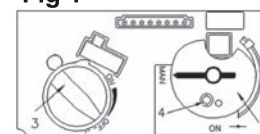

Fig 2
- Mettez le bouton MAN (2) en position ON; réglez le bouton d'admission du gaz (3) au réglage le plus bas (⤵).
- Sur la télécommande, appuyez en même temps sur les boutons 'OFF' et  (grande flamme); un court signal sonore indique que l'allumage commence. D'autres signaux sonores indiquent que l'allumage est en cours. Quand la veilleuse est allumée, le bouton des flammes (3) tournera automatiquement au réglage le plus haut. Appuyez sur  (petite flamme) sur la télécommande pour réduire la hauteur des flammes.
4. **ALLUMAGE MANUEL** (fig. 2) : Avec la fenêtre enlevée, repérez la veilleuse (fig. 3) dans la boîte de foyer.
- Bouton MAN (2) en position MAN;
- Réglez le bouton du gaz (3) en position la plus basse (⤵);
- Avec une pointe comme un stylo, pressez le centre métallique (4) pour établir l'apport de gaz à la veilleuse;
- Toujours en pressant le centre métallique (4), allumez la veilleuse (5) avec une allumette. Continuez de presser le centre métallique (4) pour environ 10 secondes; relâchez et la veilleuse restera allumée.
- Si la veilleuse ne reste pas allumée après plusieurs essais, tournez le bouton du gaz (3) à "OFF" (⤵) et appelez votre agent de service ou votre fournisseur de gaz.
- Remplacez la fenêtre et mettez le bouton MAN (2) à ON; tournez le bouton du gaz (3) vers le haut (⤴) le bas (⤵) ou utilisez les boutons de flammes () () sur la télécommande pour les régler.